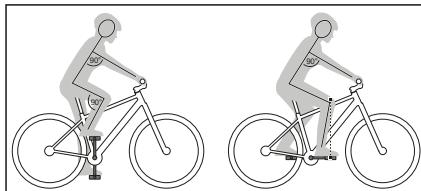

Fig. 2: Posizione di seduta
- ↳ Controllare se si assume una posizione di seduta comoda anche nelle corse lunghe e se si riesce ad utilizzare in sicurezza tutti i componenti fissati al manubrio durante la corsa (*vedere Fig. 2*).